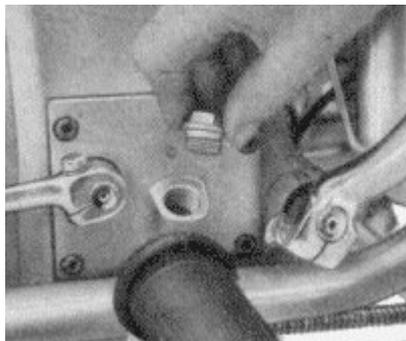

Bild 61. Ölstand im Getriebe prüfen
- ob der Ölstand im Getriebe bis an die Gewindegänge im Öleinfüllstutzen reicht (Bild 61),